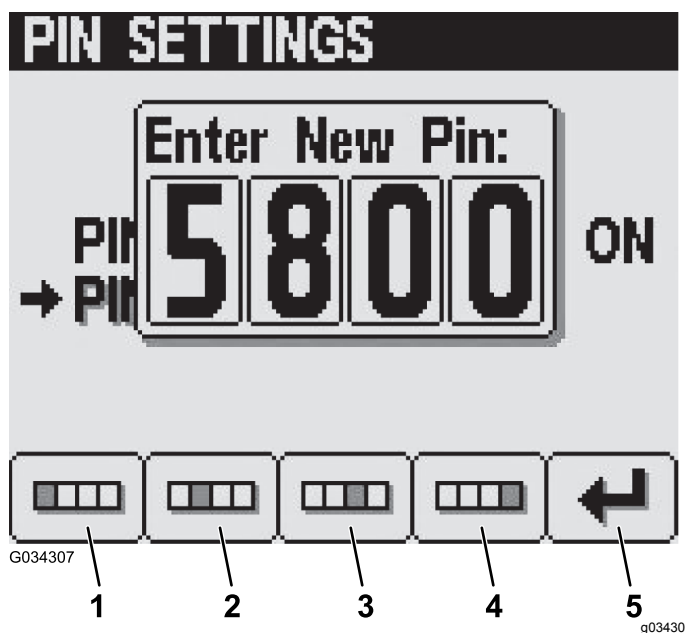

图 28
- 在输入新 PIN 屏幕按 1 至 4 号按钮可输入您的新 PIN 码。PIN 输入完成后按 5 号按钮 图 28。